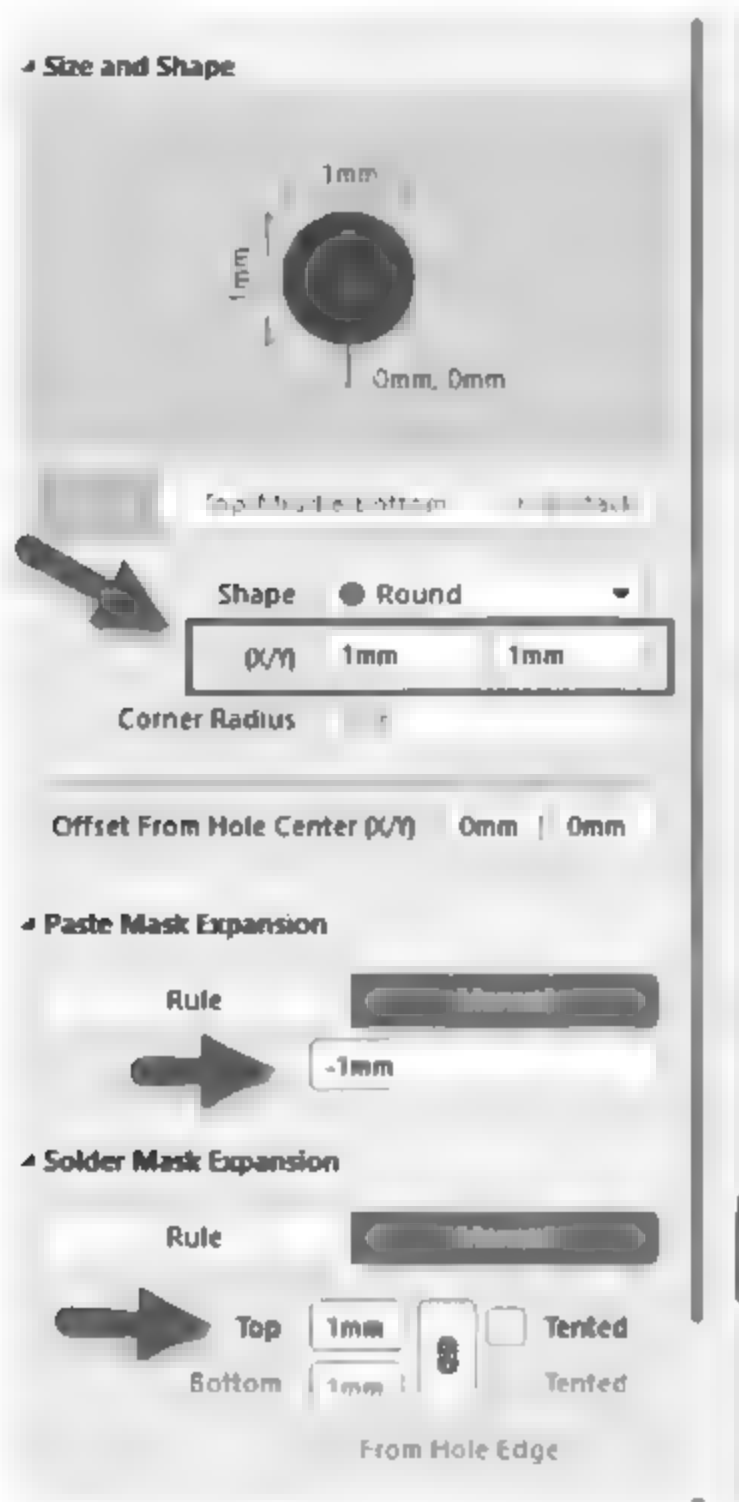
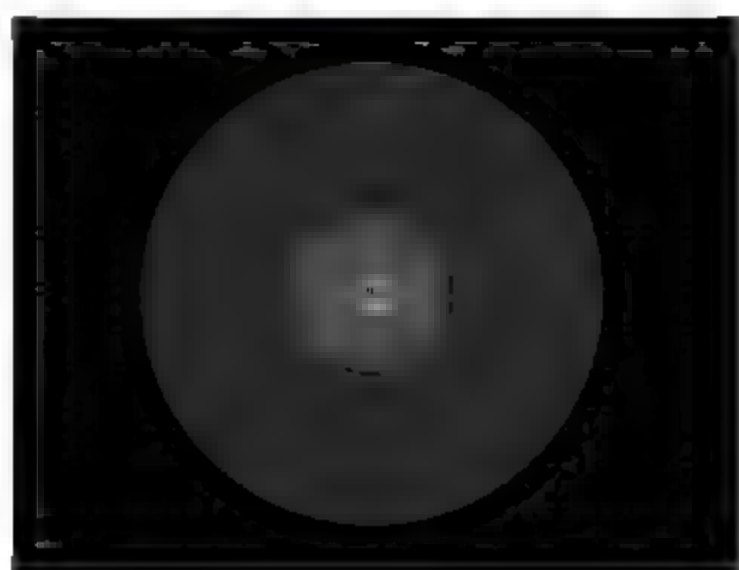

图 8-54 Mark 点参数设置
图 8-55 Mark 点
① Mark 点形状:Mark 点的优选形状是直径为 1mm(± 0.2 mm)的实心圆,材料为裸铜(可以由清澈的防氧化涂层保护)、镀锡或镀镍,需注意平整度,边缘光滑、齐整,颜色与周围的背景色有明显区别。为了保证印刷设备和贴片设备的识别效果,Mark 点空旷区应无其他走线、丝印、焊盘等。
② 空旷区:Mark 点周围应该有圆形的空旷区(空旷区的中心放置 Mark 点),空旷区的直径是 Mark 直径的 3 倍。
③ Mark 位置: PCB 板每个表贴面至少有一对 Mark 点位于 PCB 板的对角线方向上,相对距离尽可能远,且关于中心不对称。Mark 点边缘与 PCB 板边距离至少 3.5mm (圆心距板边至少 4mm),即以两 Mark 点为对角线顶点的矩形,所包含的元件越多越好(建议距板边 5mm 以上)。
(3) 在 Altium Designer 19 中放置 Mark 点的方法如下:
① 在板子合适的位置放置焊盘,按 Tab 键,在弹出的属性编辑面板中修改焊盘属性,如图 8-54 所示。效果如图 8-55 所示。